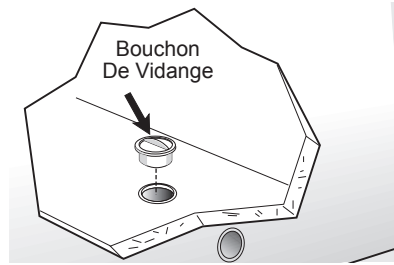
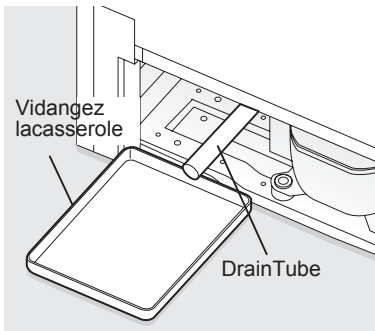
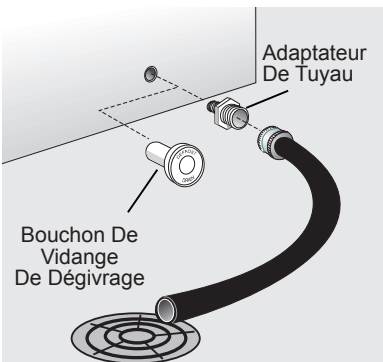

figure 4
figure 2
figure 3
- **Sur les modèles horizontaux avec vidange de l'eau de dégivrage**, placez un récipient creux ou le diviseur/plateau de dégivrage (fourni avec certains modèles) sous l'orifice de vidange (figure 2). Un adaptateur de tuyau de jardin d'un demi-pouce peut servir à vidanger l'appareil directement dans un drain de plancher (figure 3). Sortez la bonde à l'intérieur du appareil et enlevez le bouchon de vidange extérieur (figure 4).